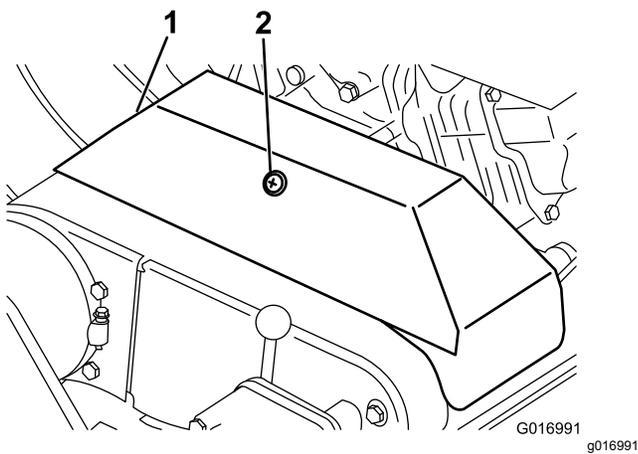

Bild 46
2. Losen Sie den Halter, mit dem die Treibriemenabdeckung befestigt ist. Drehen Sie die Abdeckung, um sie zu ­ffnen (**Bild 46**).